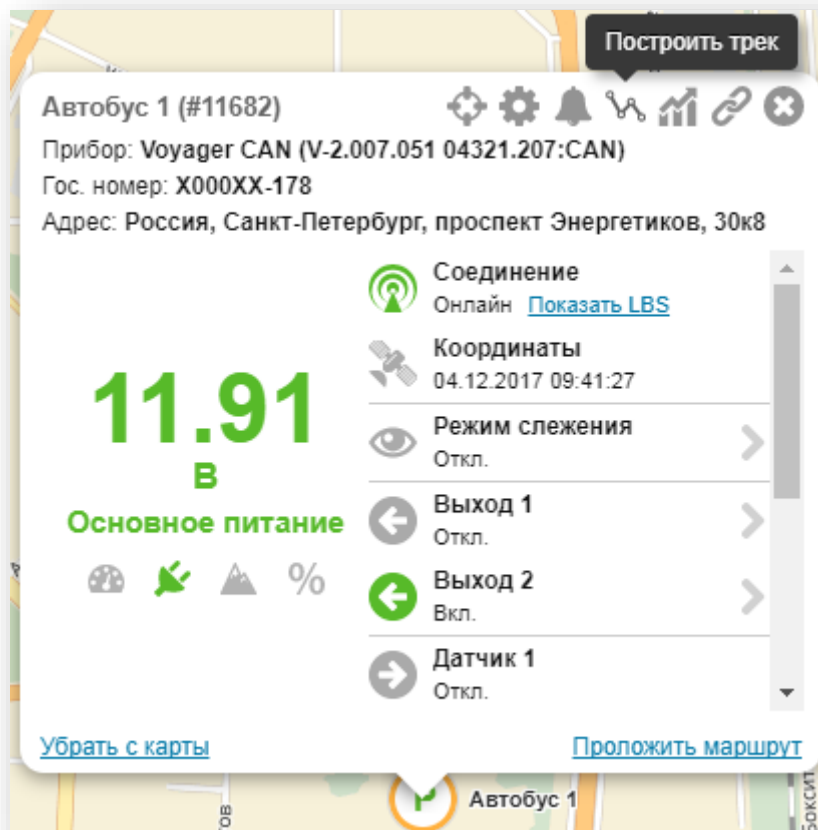

Рисунок 92. Построение трека из выноски объекта
- Нажав на иконку со значком трека (рис. 92) в открытой выноске объекта. В этом случае будет построен трек только по данному объекту;